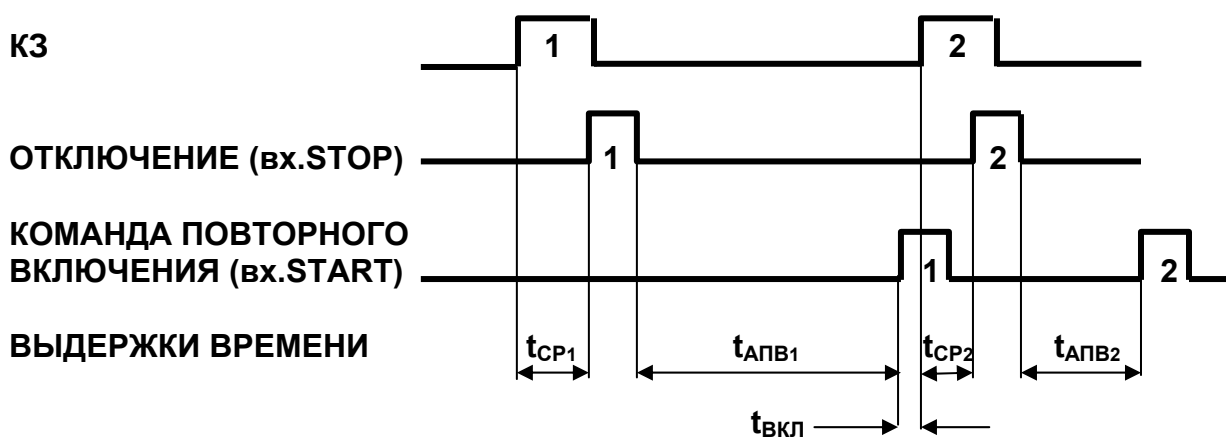

Рис. 4. Измерение времен срабатывания и выдержек времени АПВ.
- режим проверки автоматического повторного включения (АПВ), вход в который осуществляется из меню. При данной проверке T-1000 PLUS автоматически подает ток с программно заданной выдержкой времени $t_{\text{ВКЛ}}$ после прихода команды повторного включения, поступившей на дискретный вход START. Установка измеряет и сохраняет время срабатывания и выдержку времени между задним фронтом импульса отключения и импульсом команды повторного включения (см. Рис. 4). Диапазон $t_{\text{ВКЛ}}$: от 0 до 999,9 с. Максимальное количество циклов АПВ: 49. Максимальная продолжительность проверки в циклах АПВ: 9999 с.